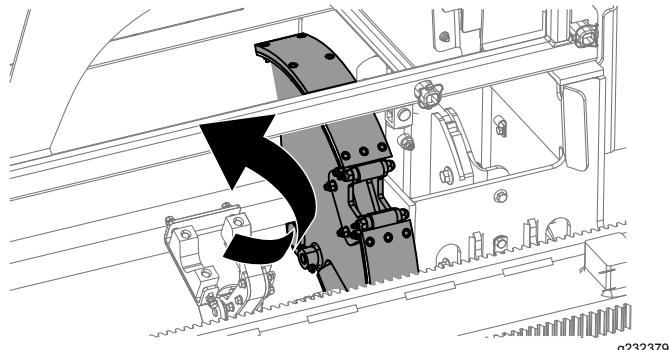

Figure 25
9. Maintenez enfoncé le bouton inférieur droit (Figure 10) sur le levier de commande à 8 boutons ou sur le bas de l'interrupteur à bascule (Figure 24) sur le levier de commande à 4 boutons jusqu'à ce que la came tourne vers la rangée sélectionnée sous le porte-tiges (Figure 25).